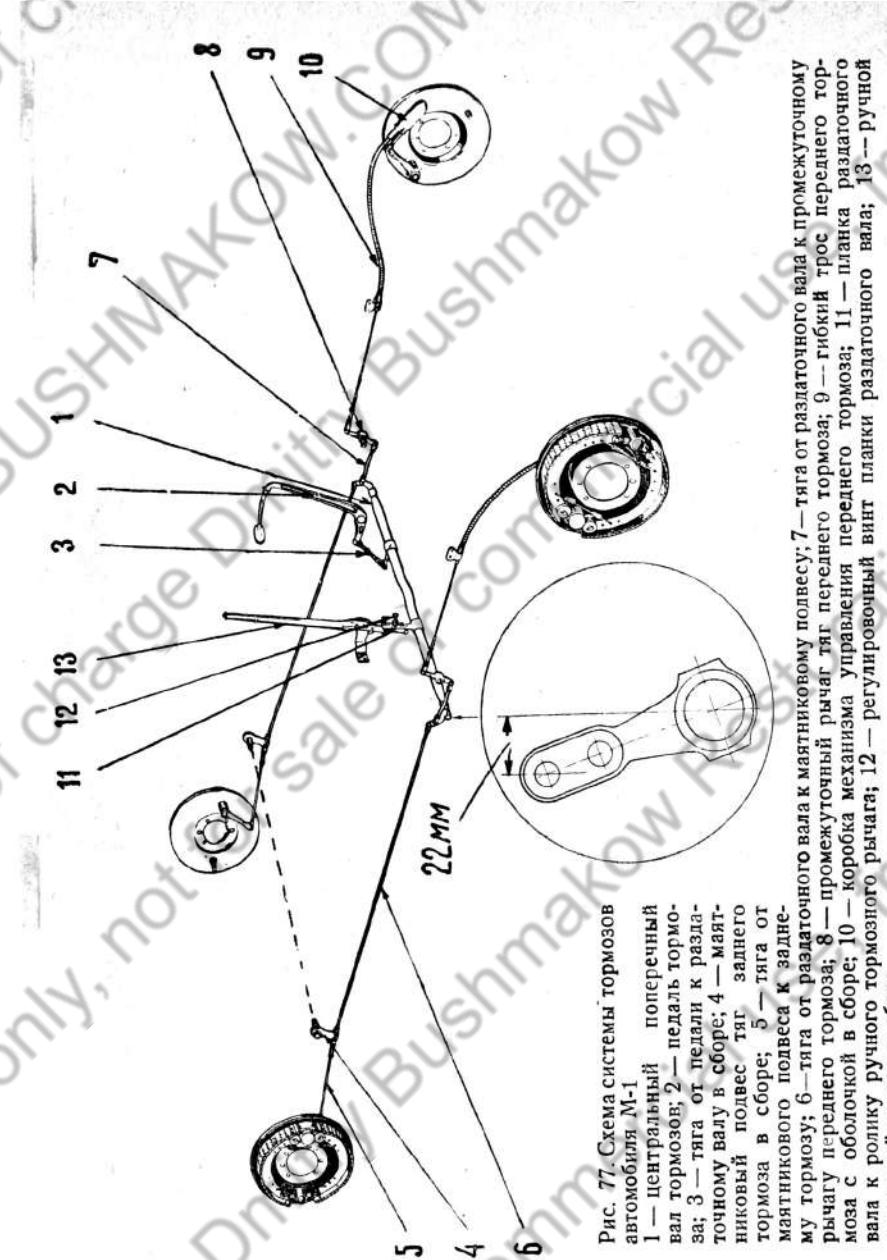

Рис. 77. Схема системы тормозов автомобиля М-1
Привод передних и задних тормозов происходит от центрального поперечного валика **1** (рис. 77), в свою очередь приводимого в действие или от
6. Проверить правильность установки начального положения центрально-го раздаточного вала. Расстояние от центра верхнего отверстия на концевых рычагах вала до вертикальной линии, проходящей через центр вращения вала, должно быть равно 22 мм или ось концевого рычага должна составлять с этой вертикальной линией угол в 20° (см. на рис. 77 фигуру в круге).
- Если валик не становится в такое положение, то надо от'единить тягу **3** от тормозной педали **2** к центральному раздаточному валу **1** и, подвертывая или отпуская регулировочный винт **12** планки **11**, упирающейся в ролик ручного тормозного рычага **13** (рис. 77), добиться, чтобы валик устанавливается точно в требуемое положение.
7. Присоединить тягу педали к раздаточному валу и проверить холостой ход тормозной педали, который должен быть не более 5 мм (на площадке педали); в противном случае необходимо укоротить тягу **3** от педали к центральному валику **1** (рис. 77). На автомобилях М-1 первого выпуска эта тяга — не регулируемая. Для того чтобы укоротить ее, надо заложить в прорез тяги кусок железа необходимой величины и приварить его.
- На машинах М-1 первых выпусков коробка механизма управления переднего тормоза (**10** на рис. 77) стояла горизонтально в самой верхней стороне диска. На этих машинах не всегда можно добиться «юза» передних колес на скоростях свыше 40 км/час. Поэтому стремление добиться «юза» передних колес у этих машин может ухудшить работу задних тормозов и увеличить усилие на педаль.
В настоящее время диски колодок передних тормозов повернуты вперед на 35° , как показано на рис. 77. При этом передние тормоза работают также, как и задние, на всех скоростях.